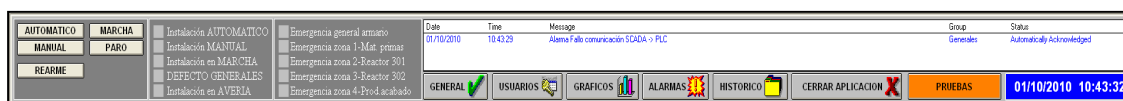

Figura 19. Elemento plantilla
- A pie de pantalla permanecerá en todo momento el elemento “Plantilla” (Figura 19):